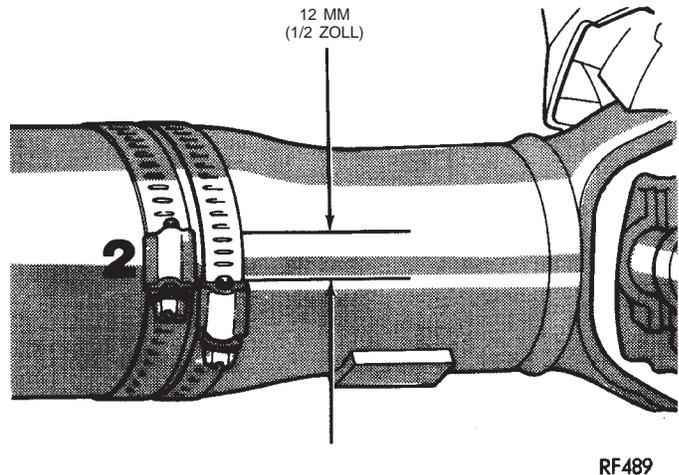

Abb. 8 Schrauben der Rohrschellen auseinandergeschoben
(13) Falls die beiden Schellen eine zusätzliche Unwucht hervorrufen, müssen die Schrauben der Schellen so weit auseinandergeschoben werden, daß sie sich etwa 6 mm (1/4 Zoll) oberhalb bzw. unterhalb der Referenzmarkierung befinden (Abb. 8). Motor starten und erneut auf Schwingungen überprüfen.